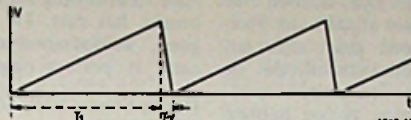

Fig.11 1212-11
a. De horizontale afbuiging komt tot stand door een z.g. zaagtandspanning (fig. 11). Hierbij neemt de spanning V gedurende tijd T_1 , waarin het beeld wordt geschreven, lineair met